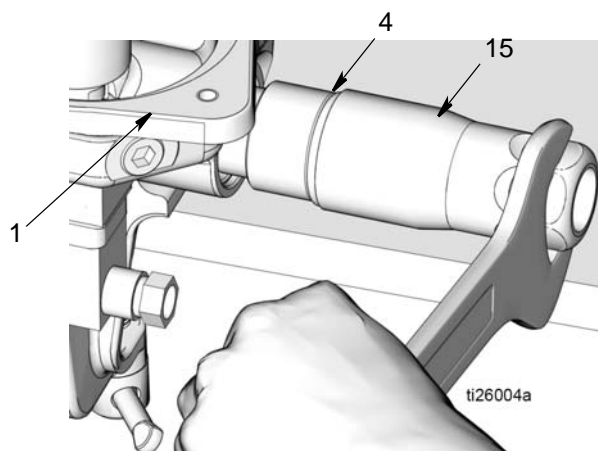

Рис. 23
- е. Для надлежащей утилизации утилизируйте уплотнительные кольца круглого сечения (7, 41) и гайку (5) в соответствии со всеми правовыми нормами.
16. Снимите выпускной обратный клапан (15) с основания насоса (1) (Рис. 23). Извлеките уплотнительное кольцо круглого сечения (4) из выпускного обратного клапана. Для надлежащей утилизации утилизируйте уплотнительное кольцо круглого сечения в соответствии со всеми правовыми нормами.